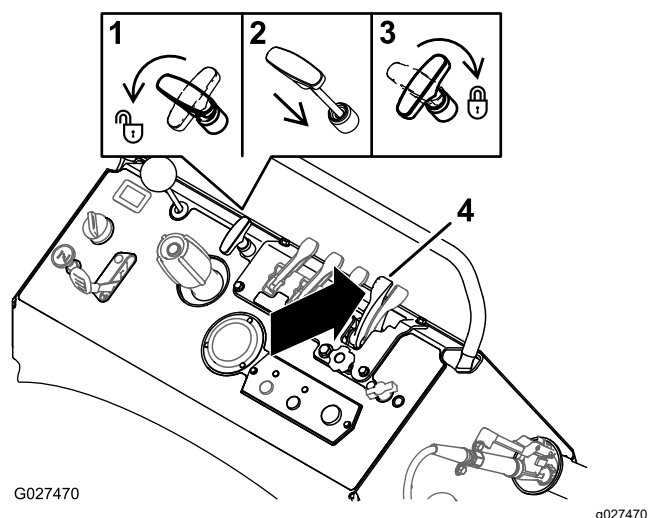

Figure 87
3. Pour fermer le déflecteur de la turbine, poussez le levier d'application grande largeur complètement en avant (Figure 87).
4. Tournez la poignée de commande d'épandage dans le sens antihoraire, enfoncez-la et tournez-la dans le sens horaire (3); voir Figure 87.